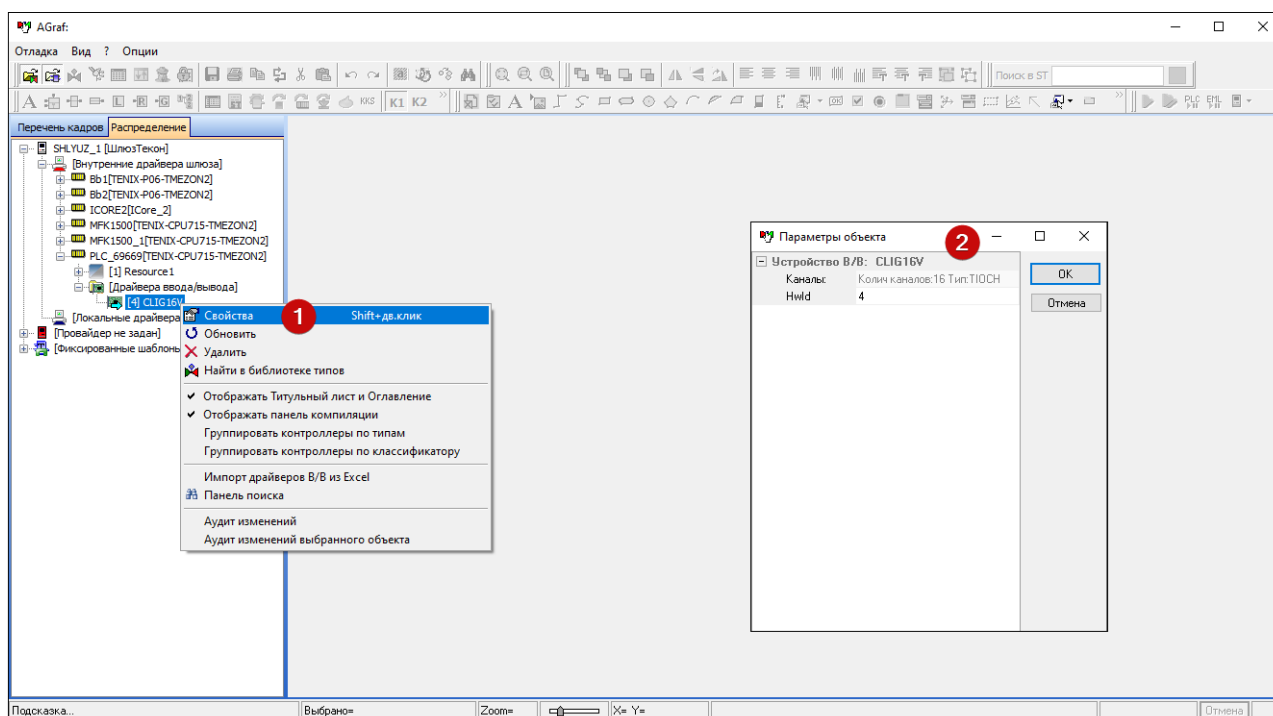

Рисунок 8.3. Настройки модуля ввода/вывода
- a) выделите нужный модуль и в контекстном меню выберите пункт "Свойства" (рис. 8.3 [1]);
- b) в открывшемся окне "Параметры объекта" введите необходимые параметры (рис. 8.3 [2]).